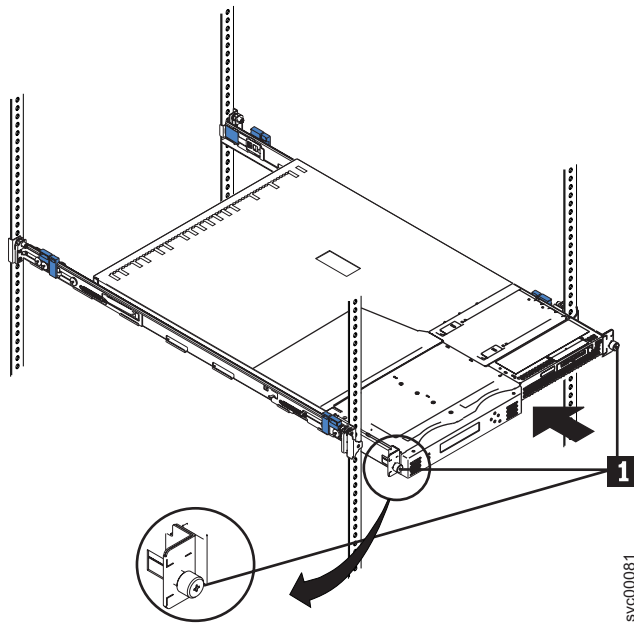

図 26. SAN ボリューム・コントローラー 2145-8F4 をラックに滑り込ませる
2. ラック前面にある 2 つのラッチの止め金を掛けて、ノードをラックに取り付けます。(54 ページの図 26 の **1**)。
注: レール・アセンブリーの前面の外観は、54 ページの図 26 に示す前面とは異なります。